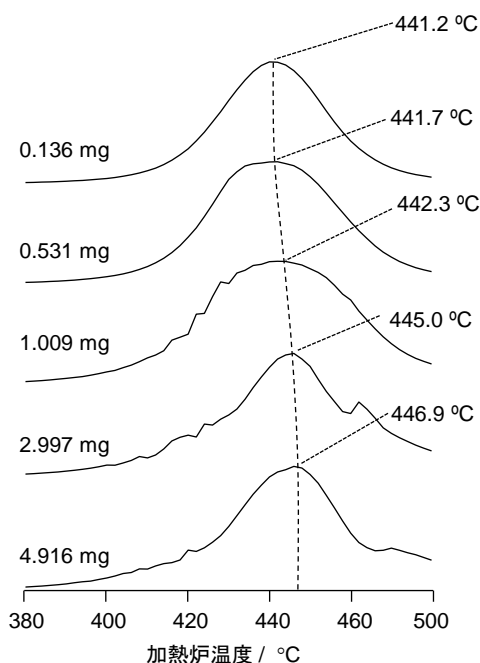
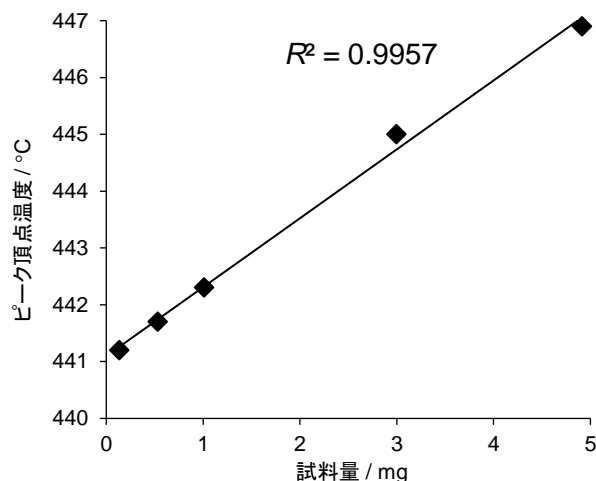

Fig. 1 種々の試料量で測定して得られたPSのEGA曲線.
Fig. 2 PSのEGA曲線における試料量とピーク頂点温度の関係.
**【結果】** 強度を正規化したEGA曲線をFig. 1に示す。いずれのEGA曲線でも、ピーク頂点温度が440 – 450 °Cの単一のピークが検出された。ピーク頂点温度を試料量に対してプロットした結果をFig. 2に示す。試料量が増加するにつれて、ピーク頂点温度が441.2 °C (試料量:0.136 mg)から446.9 °C(試料量:4.916 mg)にシフトし、試料量とピーク頂点温度の間にほぼ線形の相関が確認された。しかし、Fig. 1より、試料量が1 mgを超えると、EGA曲線の形状が歪んでいた。これは、試料量が多いほど、熱伝導の影響が増大することを示している。PSの解重合反応は吸熱反応であるが、PSは熱伝導率が低い(<0.2 W・m-1・K-1)。そのため、試料量が多くなるにつれて試料内部に熱が伝わりにくくなる。以上より、EGA-MSでピーク頂点温度に関する情報を得て熱脱着・熱分解挙動を考察するためには、できるだけ少ない試料量を採取し、かつ試料間で試料量を統一して測定することが重要である。